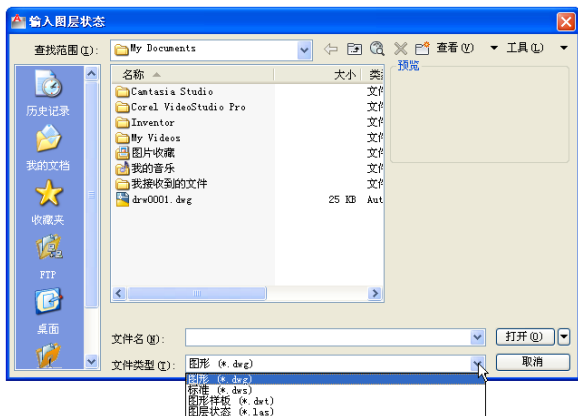

图 6-22 “输入图层状态”对话框
- “输入”按钮：使用此按钮，打开如图 6-22 所示的“输入图层状态”对话框，可以